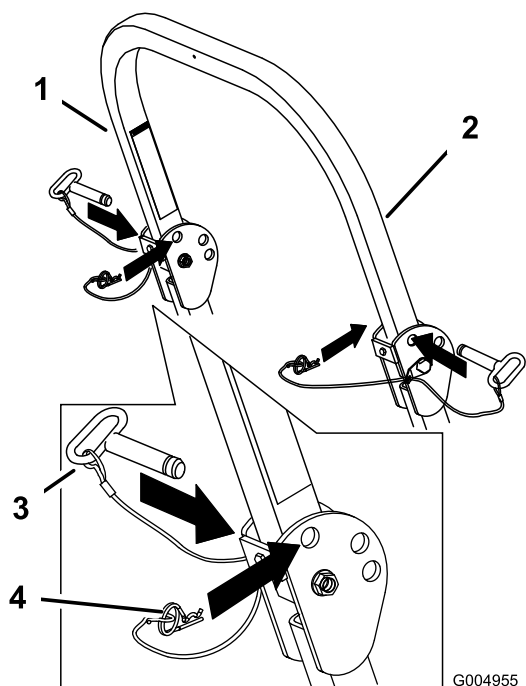

Figure 11
1. Retirez les goupilles fendues puis les 2 axes (Figure 11).
3. Posez les 2 axes et fixez-les avec les goupilles fendues (Figure 11).
2. Relevez complètement l'arceau de sécurité puis insérez les 2 axes et fixez-les avec les goupilles fendues (Figure 11).